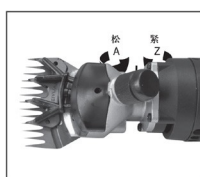

Fig.2
- Curățați murdăria de pe lame. După terminarea tunderii unei oi, rotiți piulița în sens invers acelor de ceasornic (Fig. 2) până când lamele pot fi îndepărtate. Când sunt scoase, curățați orice murdărie care s-a acumulat pe lamă inferioară, precum și pe interiorul lamei superioare. În acest fel, cele două lame se pot potrivi bine.
- Reglați etanșeitatea lamelelor prin rotirea piuliței de reglare în sensul acelor de ceasornic (Fig.2) până când simțiți rezistență. Rotiți piulița de reglare în sens invers acelor de ceasornic pentru a slăbi lamele (Fig.2).